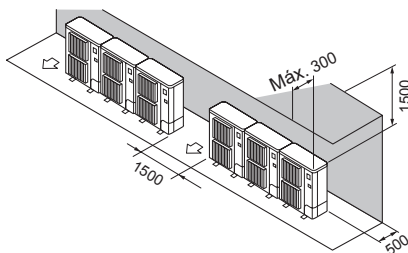

Fig. 2-14
- ② Obstáculos sólo en la parte trasera y superior (Fig. 2-14)